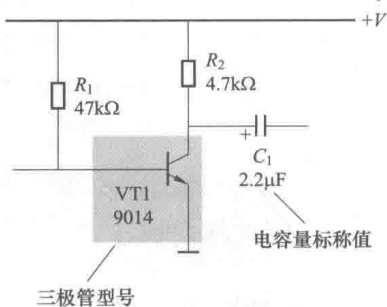

图 1-8 整机电路图中的标称值及三极管型号标注示意图
2) 它给出了电路中各元器件的具体参数,如型号、标称值和其他重要数据等,为检测和更换元器件提供了依据。如图 1-8 所示,更换某个三极管时,可以查阅图中的三极管型号标注。